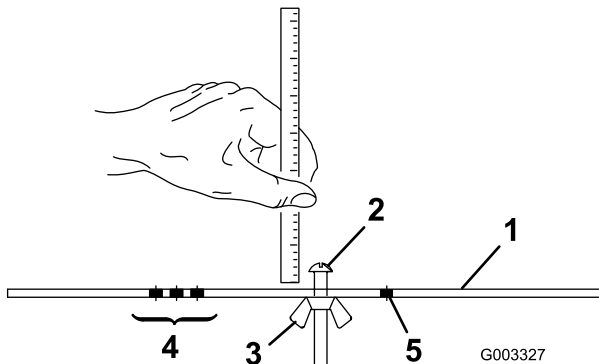

图16
2. 松开调刀尺（图16）上的螺母，并将调节螺丝设定为理想的剪草高度。螺丝头底部与调刀尺表面之间的距离就是剪草高度。